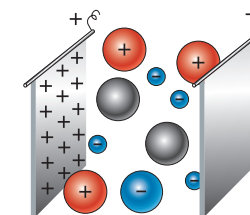

Fig. 1
1. În câmpul electric, creat de două plăci încărcate de semne opuse (fig. 1), se conține gaz ionizat. Transcrieți desenul în caiet. Reprezentați liniile câmpului electric dintre plăci. Indicați direcția mișcării electronilor și ionilor. Care va fi mișcarea particulelor neutre?